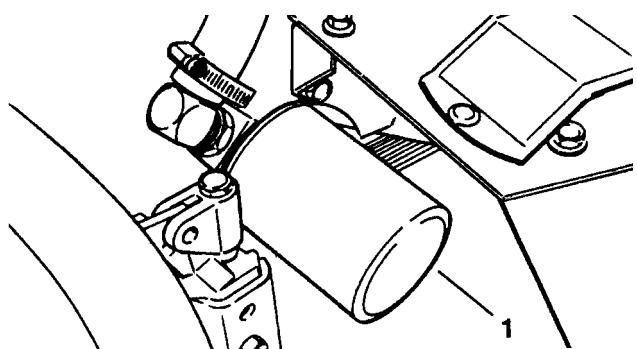

Bild 30
2. Wenn nur der Ölfilter zu wechseln ist, den Behälterdeckel abschrauben und den Behälterstöpsel (Bild 30) einführen, um die Ablaßöffnung zu verstopfen.